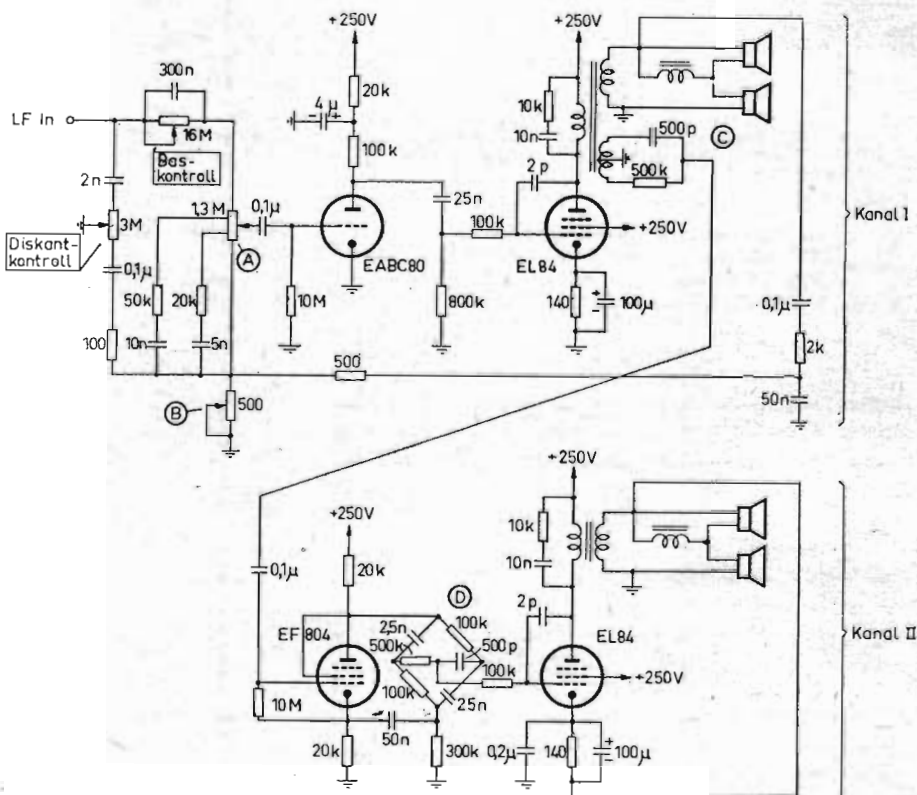

Fig. 15. Lågfrekvensdelen i mottagare »Imperial W519-3-D/Stereo» från *Continental GmbH*.
studion till örat, alltså två mikrofoner på samma avstånd som de mänskliga öronen, två förstärkarkedjor, två sändare på olika frekvenser (eller en sändare med dubbel modulation) och slutligen två mottagare med skilda lågfrekvensdelar och högtalargrupper. Den tyska firman *Continental GmbH* har emellertid utvecklat en förstärkarkoppling, med vars hjälp man uppnår en effekt som åtminstone liknar äkta stereofonisk återgivning. Man utnyttjar därvid två skilda LF-förstärkare, varvid den första förstärker hela lågfrekvensbandet och därvid matar en grupp av två högtalare (kanal I i fig. 15). Utgångstransformatorn i denna kanal har en speciell mottaktlinning C, som påför en del av utgångsspänningen till en RC-krets, som levererar en fasförskjutet tonfrekvensspänning till drivröret som ingår i den andra tonkanalen. Mellan drivrör och slutrör i tonkanal 2 ingår ett RC-nät (D) som ger upphov till en dubbelt så stor fasförskjutning som i det tidigare nämnda fasförskjutande RC-filtret. Slutröret i den andra kanalen är spänningsmotkopplat med frekvensberoende element och matar en andra grupp av högtalare (kanal 2).